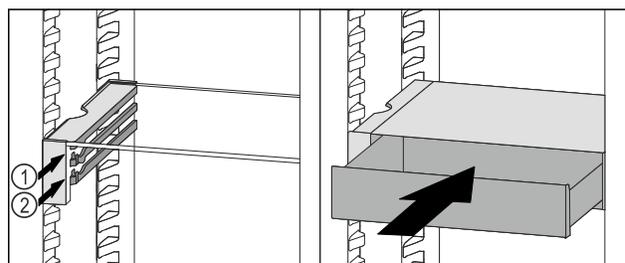

Fig. 81
- Placer le tiroir VarioSafe derrière les butées sur la nervure désirée Fig. 81 (1) ou Fig. 81 (2).